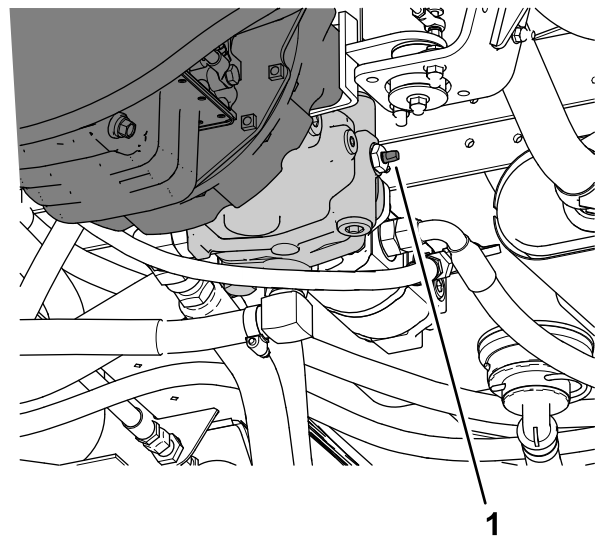

Bild 57
3. Drehen Sie das Abschleppventil (Bild 57) um 90° in eine Richtung, um es zu öffnen.